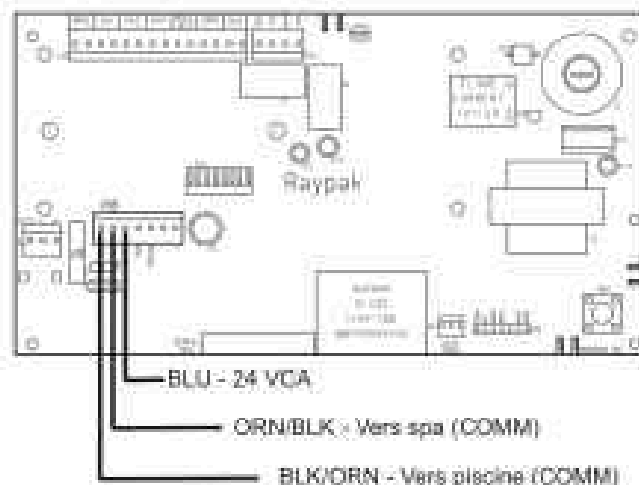

Figure 32. Connexion du harnais de câble d'un thermostat à 3 fils au connecteur P8, P-156
6. Connectez le harnais de câble 3 fils pour thermostat externe au connecteur P8 et mettez l'appareil à ON, voir Figure 32.